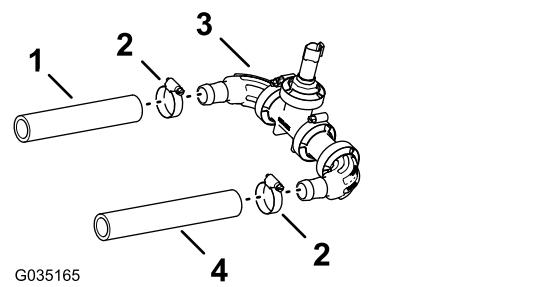

Figura 58
1. Montate il flessibile (1 x 7 1/4") sul raccordo dentellato a gomito del trasduttore di pressione e del collettore, come illustrato nella Figura 58.
2. Fissate il flessibile e i raccordi dentellati con una fascetta stringitubo (Figura 58).
3. Montate il flessibile (1" x 8 1/2") sull'altro raccordo dentellato a gomito del trasduttore di pressione e del collettore, come illustrato nella Figura 58.
- Fissate il flessibile e il raccordo dentellato con una fascetta stringitubo (Figura 58).